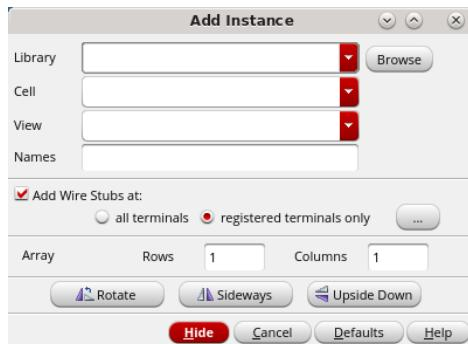

图 33 添加实例
4. 在弹出的如图 33 所示的对话框中，点击 Browse 按钮。
- 再回到图 33 所示的对话框中，点击 **Browse** 按钮，弹出 **Library browser** 对话框，选择 **Library** 列中的 **analogLib**，**Cell** 列中的 **vpulse**，**View** 列中的 **symbol**。点击键盘上的 **Enter** 键。点击 **Schematic** 视图中的空白处，将理想时钟源实例化。